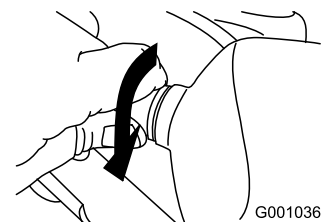

Рисунок 57
5. Поворачивайте цоколь лампы по часовой стрелке до тех пор, пока лампа не будет надежно ввернута (Рисунок 57).